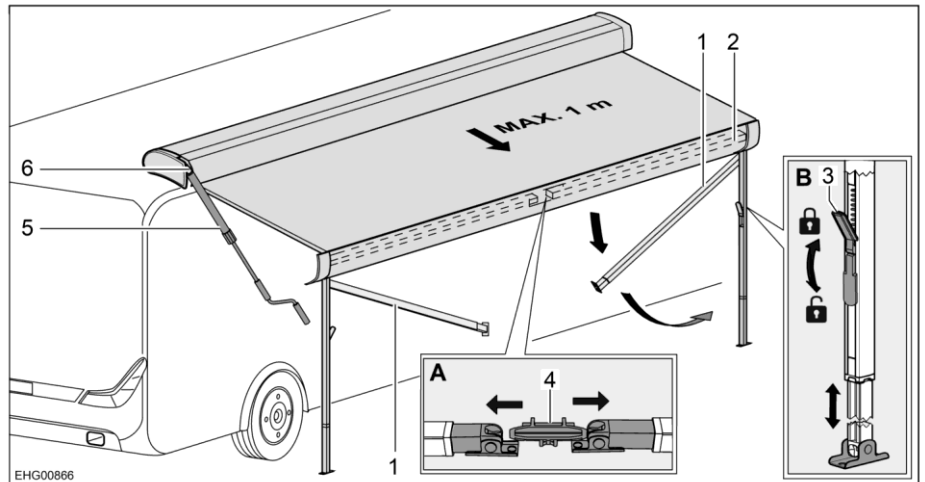

Fig. 49 Installazione dei montanti di supporto
- Sbloccare i montanti di supporto (Fig. 49,1) dal supporto (Fig. 49,4) nel listello anteriore (Fig. 49,2). A tale scopo, premere leggermente verso l'esterno i montanti di supporto (Fig. 49,A).
- Allentare i bloccaggi (Fig. 49,3) dei montanti di supporto. A tale scopo, ripiegare la leva di serraggio verso il basso.
- Estrarre la parte inferiore dei montanti di supporto fino alla lunghezza desiderata (Fig. 49,B).
- Chiudere i bloccaggi (Fig. 49,3) dei montanti di supporto. A tale scopo, tirare verso l'alto la leva di serraggio.
- All'occorrenza, pulire i montanti di supporto (Fig. 49,1).
- Aprire i bloccaggi (Fig. 49,3) sui montanti di supporto. A tale scopo, ripiegare la leva di serraggio verso il basso.
- Innestare la manovella (Fig. 49,5) nel supporto a baionetta (Fig. 49,6).